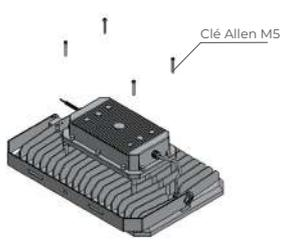

Figure 05
- Retirez les vis fixant le boîtier d'alimentation à l'aide d'une clé Allen de taille M5. Voir la figure 05.